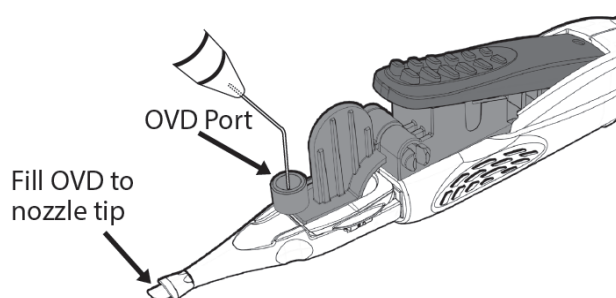

Figura 6
- Paso 7. Insertar completamente la cánula que contiene el viscoelástico a través del puerto del viscoelástico, y asegurarse de que la cánula está perpendicular al sistema inyector como se muestra en la **Figura 6**.